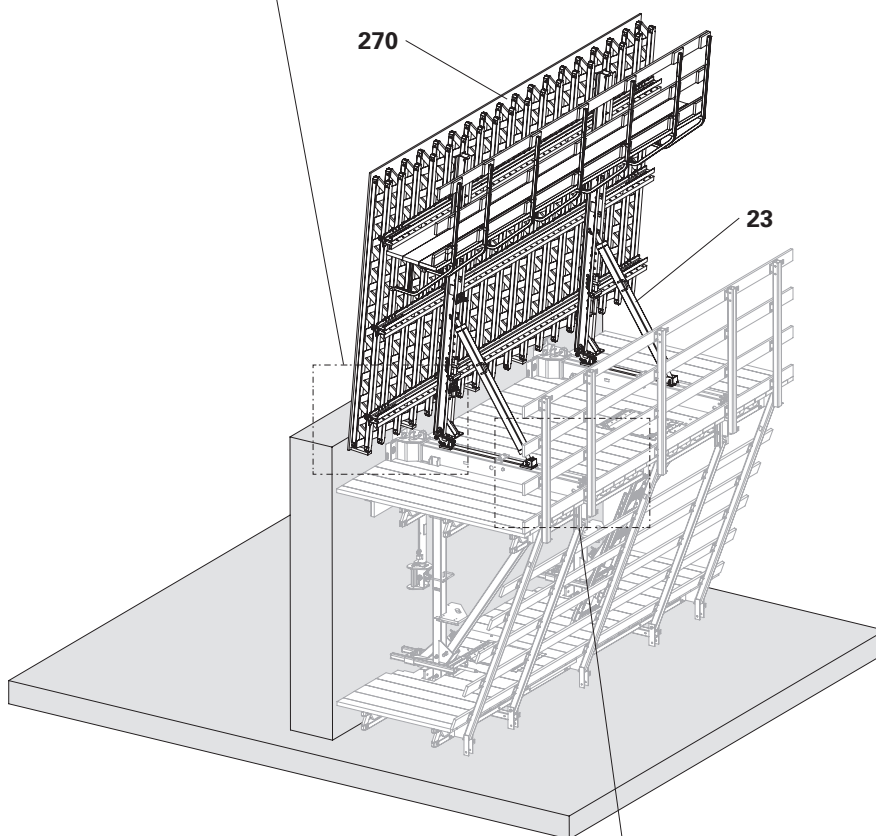

Fig. C5.01
(Fig. C5.01 + C5.01a + C5.01b)
1. Tenere la livella contro il manto (270) e allineare la cassaforma verticalmente ruotando l'albero di spinta ACS (23). (Fig. C5.01)